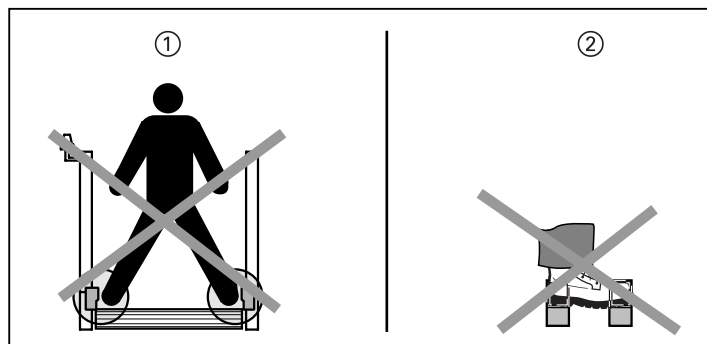

Fig. 2-1 : Agencement des capteurs d'inhibition
1. Les capteurs d'inhibition doivent être disposés de telle manière que l'inhibition ne puisse pas être provoquée involontairement par une personne (voir *fig. 2-1*).